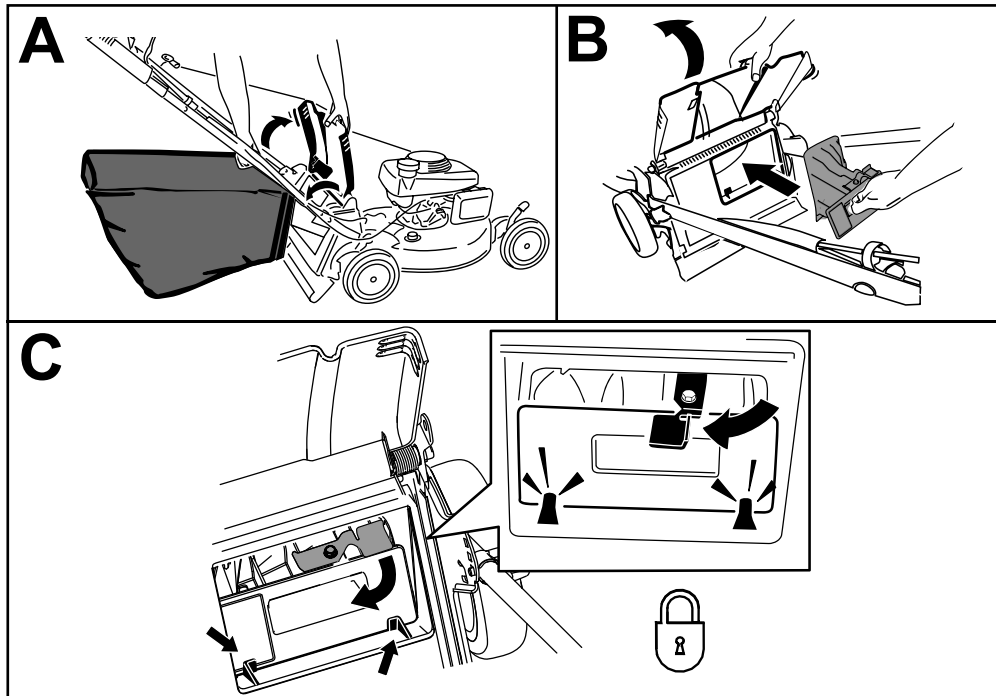

Figura 18
1. Levante y sujete el deflector trasero y levante la bolsa por el asa para separarla de la muescas de los soportes del manillar (Figura 18, A).
2. Instale el tapón trasero (Figura 18, B).
Importante: Asegúrese de que el tapón trasero está bloqueado en su sitio. Para bloquear el tapón, presione firmemente hasta que encaje en su lugar detrás de las pestañas, y gire la palanca del tapón a la izquierda (Figura 18, C).